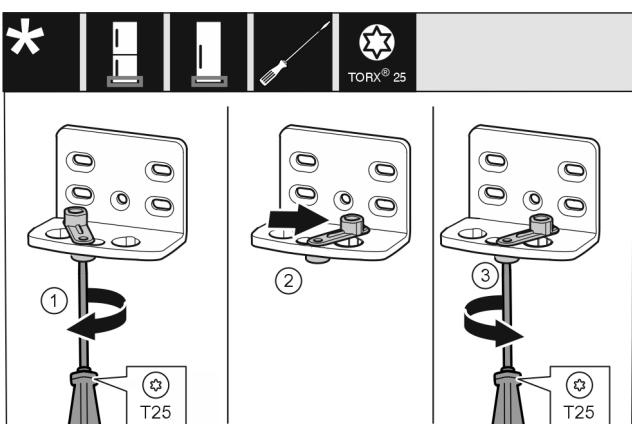

Fig. 13
- Βιδώστε πρόχειρα τη βίδα Fig. 13 (1) με κατσαβίδι.
- Ανασηκώστε το βοήθημα κλεισίματος πόρτας Fig. 13 (2) και περιστρέψτε 90° προς τα δεξιά στην τρύπα.
- Σφίξτε τη βίδα Fig. 13 (3) με κατσαβίδι.